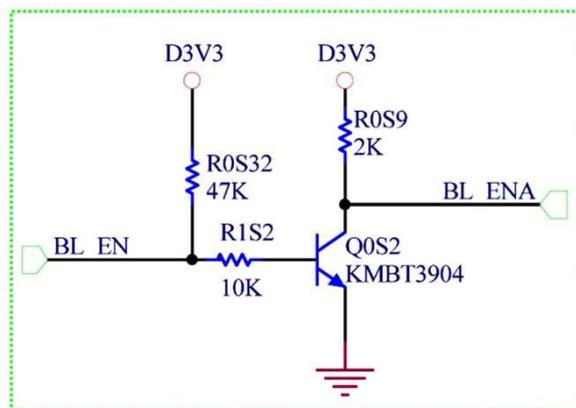

图 10 背光开关控制电路原理图
如图 10 所示，主芯片 U25 送来的 BL_ON/EN 背光开关控制信号，经 Q0S2，由 CN1 的①脚送到背光电路，用于控制背光板电路是否工作。
(4) CORE_1V0 供电电路